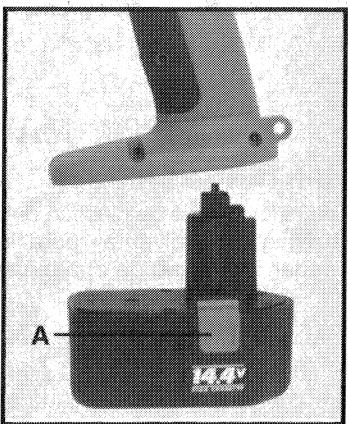

Fig. 4
Apriete los dos botones para soltar la batería (A) Fig. 4, (uno está a cada lado del paquete) y tire (jale) el paquete de batería de la herramienta.